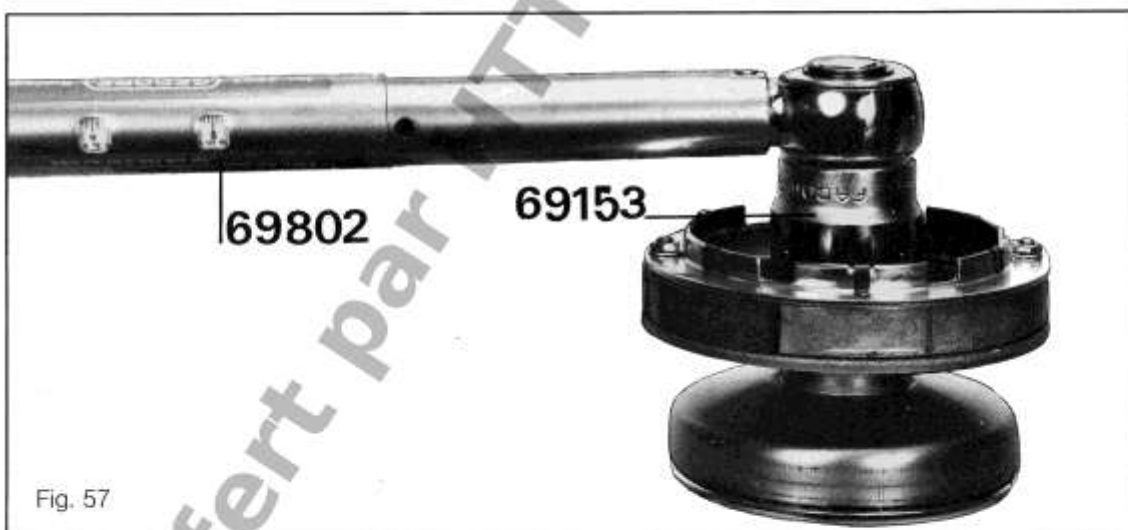

Fig. 57
- Bloquer l'écrou de 32 sur plats (filetage à droite) avec la clé dynamométrique 69802 équipée de la douille de 32 n° 69153 (couple de serrage 5 à 6 m.kg) (figure 57).